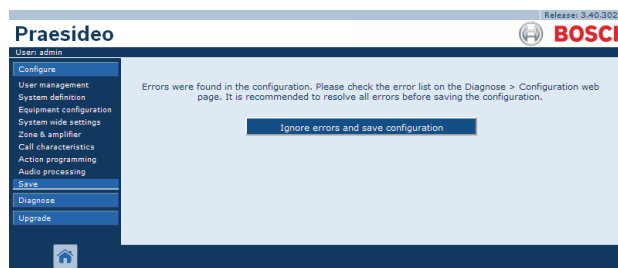

Abb. 40.6: Fenster *Ignore errors and save configuration* (Fehler ignorieren und Konfiguration speichern).
- Werden Beanstandungen gefunden, erscheint eine Meldung, die darauf hinweist, dass zunächst Konfigurationsprobleme gelöst werden müssen. Dennoch ist es möglich, diese Fehler zu ignorieren und die Konfiguration trotzdem zu speichern, um die Konfiguration zu einem späteren Zeitpunkt fortzusetzen. Es erscheint nur eine Schaltfläche: *Ignore errors and save configuration* (Fehler ignorieren und Konfiguration speichern). Siehe Abb. 40.6.